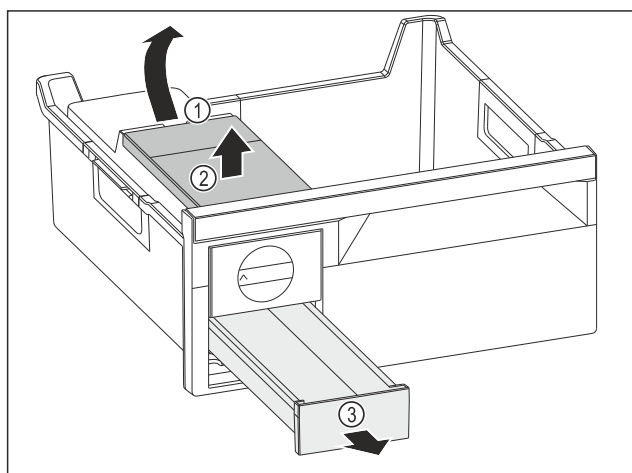

Fig. 155
- ▶ Wassertank entnehmen: Wassertank an der Aussparung Fig. 155 (1) anheben.
- ▶ Wassertank Fig. 155 (2) nach oben entnehmen.
- ▶ Eiswürfelschubfach Fig. 155 (3) nach vorne entnehmen.